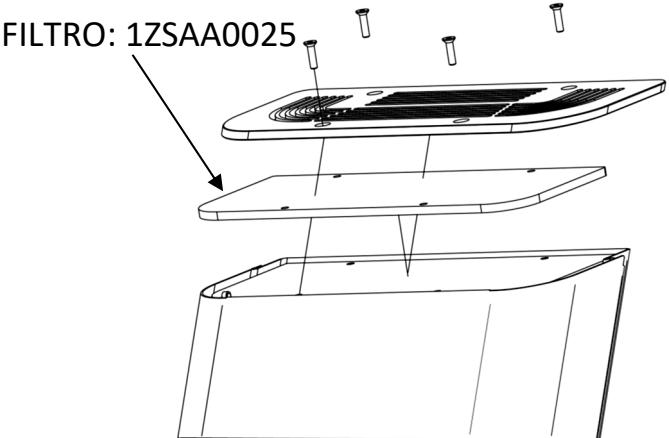

Fig. 7
- 1-Munirsi di una brugola 2.5. Con la macchina in posizione verticale, svitare le viti e rimuovere il coperchio. (Fig. 7)